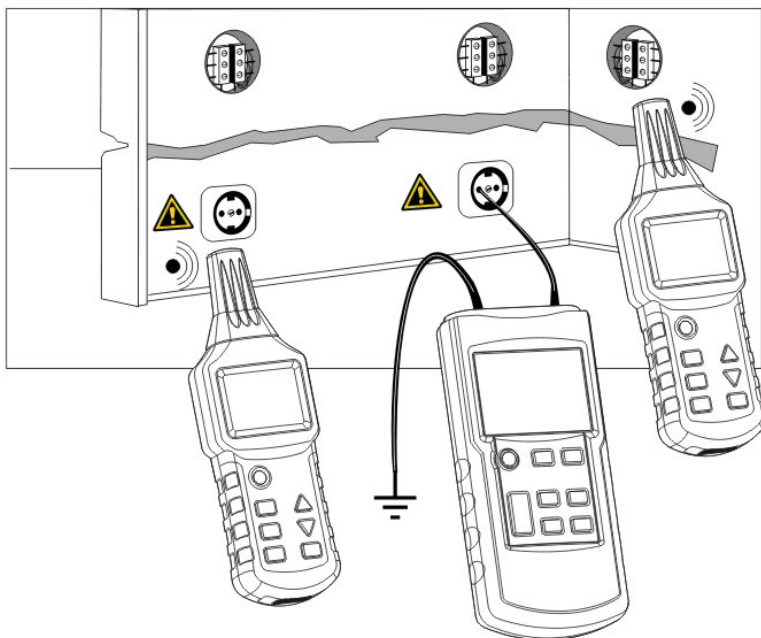

Abb.10
- Schließen Sie den Sender an die Phase und an den Erdungsschutzleiter an (siehe Abb. 10).